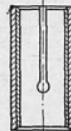

Рис. 9. Втулка водяного насоса
2. Для устранения заедания валиков водяного насоса втулки их выполнены биметаллическими (баббит залит на стали). Смазка задней втулки улучшена путем введения специальной канифоли (рис. 9).